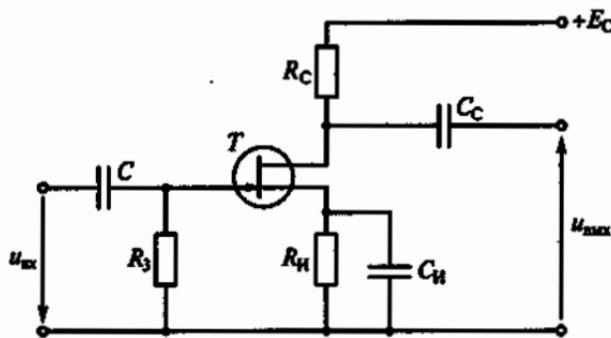

Рис. 206
8.23. На рис. 206 приведена схема усилительного каскада на полевом транзисторе с общим истоком. Какое соотношение между выходным $R_{\text{вых}}$ и входным $R_{\text{вх}}$ сопротивлениями справедливо для этого каскада?
8.25. В схеме усилительного каскада на рис. 206 использована температурная стабилизация с помощью цепочки $R_{\text{и}}, C_{\text{и}}$. Каким должно быть емкостное сопротивление $x_{C_{\text{и}}}$ конденсатора с емкостью $C_{\text{и}}$, чтобы не изменился коэффициент усиления каскада по напряжению?